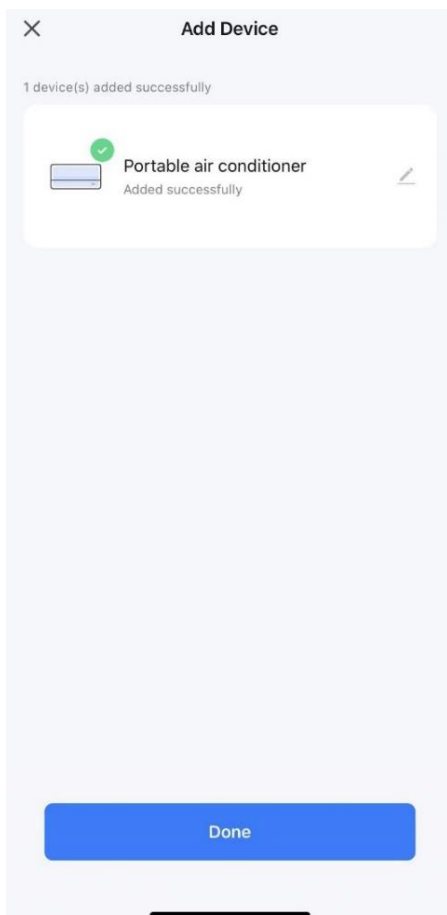

Bild 7
- 3) Vänta tills du får bild 7 och tryck sedan på "Done" (Klar).